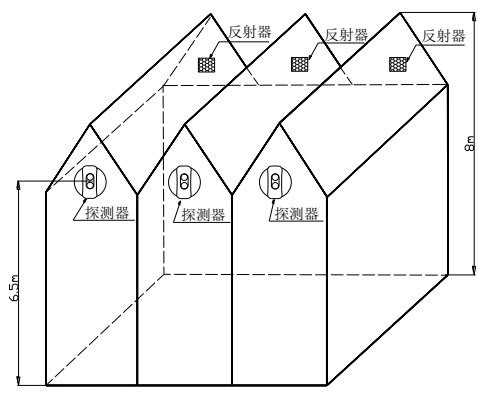

图 6 探测器和反射器安装示意图
d) 建筑物举架为 8m 左右的人字型结构，应将探测器和反射器安装在距人字梁 1.5m 处的相对两墙墙壁上，如图 6 所示。